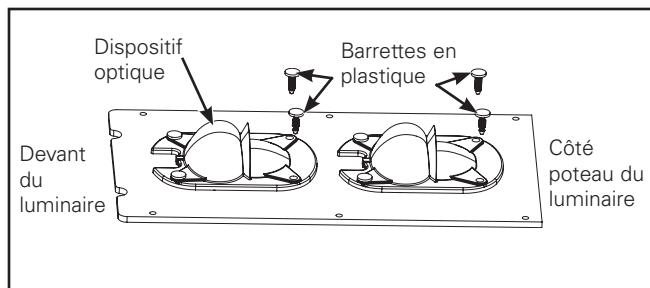
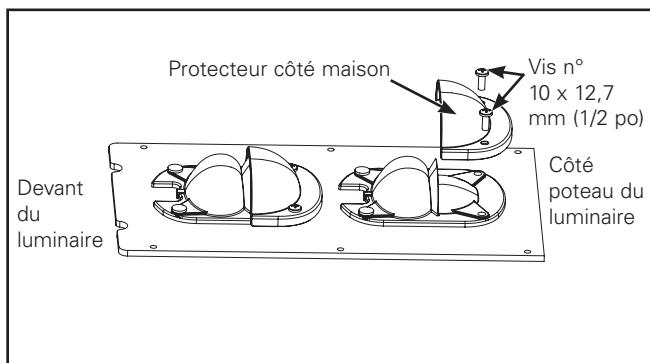

Figure 9.
Figure 10.
Protecteur côté maison (Figure 9. et Figure 10.)
1. Retirez les barrettes à ressort en plastique qui se trouvent derrière le dispositif optique. (Figure 9.)
Remarque: Le protecteur côté maison doit UNIQUEMENT être installé à l'arrière du dispositif optique, tel qu'ilustré. NE l'installez PAS sur l'autre côté du dispositif optique. (Figure 10.)